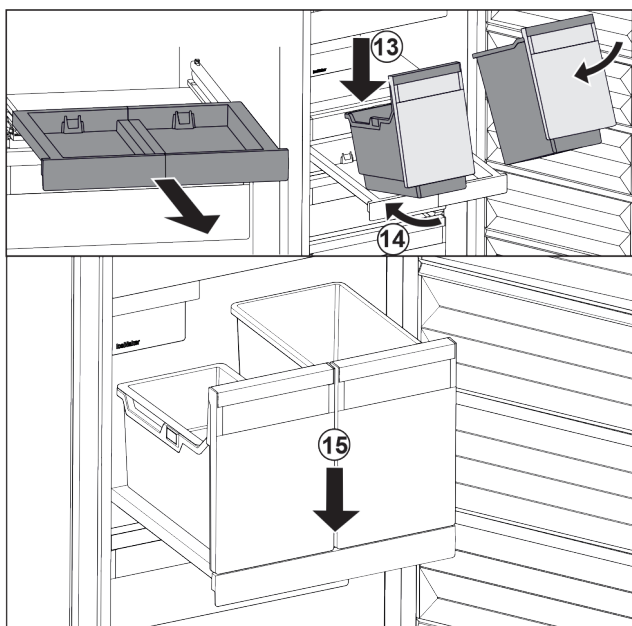

Fig. 100
- ▶ Nasadíte nádobu šikmo na vyťahovaciu poličku. Fig. 100 (13)
- ▶ Zasuňte nádobu šikmo dozadu. Fig. 100 (14)
- ▶ Zložte nádobu vpred. Fig. 100 (15)